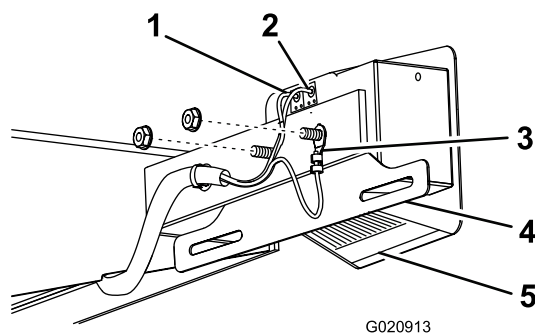

Figura 13
1. Monte el soporte de la placa de matrícula en los espárragos de la luz que tiene la lente inferior transparente, de manera que la lente transparente esté orientado hacia el soporte de la placa de matrícula (Figura 13).
2. Instale la luz introduciendo los espárragos por los taladros del soporte del lado izquierdo de la máquina (Figura 13).
3. Instale el terminal redondo del cable de tierra (blanco) en el espárrago roscado exterior (Figura 13).
5. Inserte los cables en los taladros correspondientes de la luz (Figura 13).